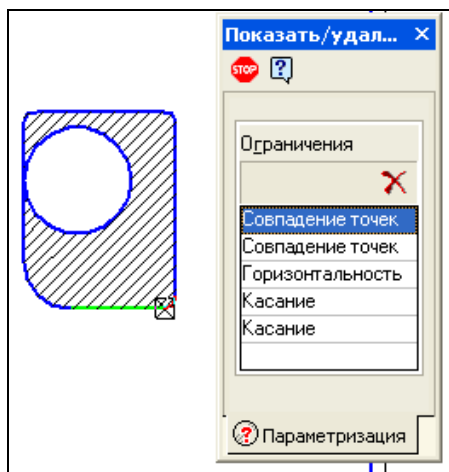

Рис. 26.5. Эскиз и Панель свойств: Показать/удалить ограничения
- ◆ выделите любую прямую и из контекстного меню вызовите команду **Показать/Удалить ограничения**. На Панели свойств: Показать/Удалить ограничения (рис. 26.5) в виде списка будут представлены все связи и ограничения, наложенные на выбранный объект;